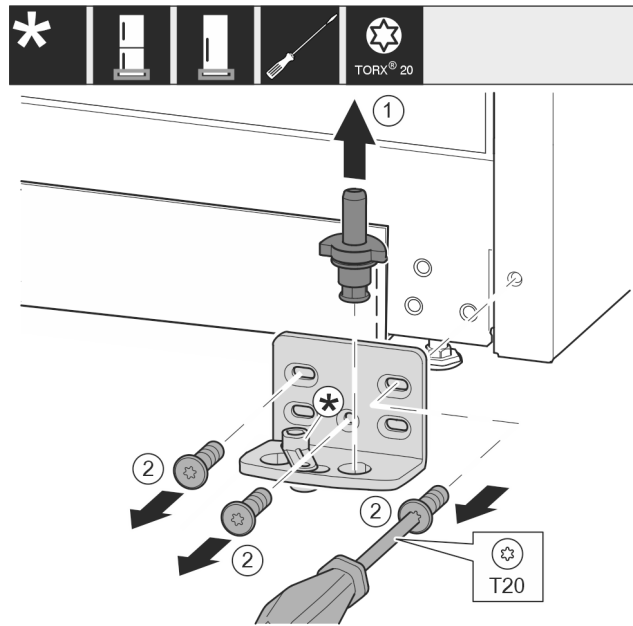

Fig. 10
- ▶ Ložiskový čap vytiahnite úplne nahor. Fig. 10 (1)
- ▶ Skrutky vyskrutkujte skrutkovačom T20 a odnímite ložiskovú konzolu. Fig. 10 (2)